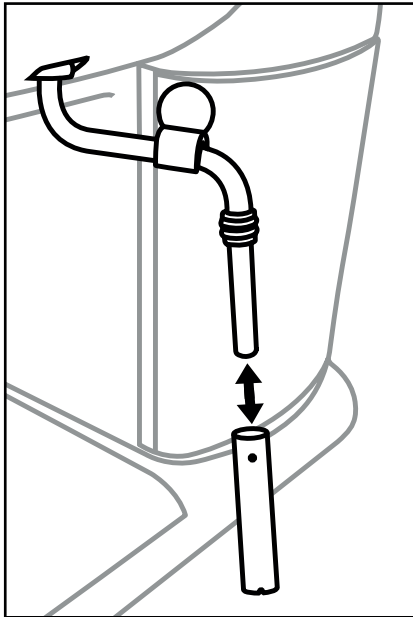

Bild 1
- 1) Ställ en tom behållare under mjölkskummaren ⑥.
- 2) Direkt efter att du använt mjölkskummaren vrider du ångreglaget ② till läge  och väntar några sekunder tills ångan försvunnit.
- 3) Stäng ångreglaget ② (vrid mot läge 0 tills det tar stopp), stäng av produkten och dra ut kontakten.
- 5) Dra av mjölkskummarens ⑥ hölje (bild 1) och rengör det noga i varmt vatten.
- 7) Sätt tillbaka höljet på munstycket igen (bild 1).